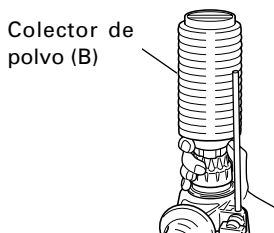

Fig. 5
7. Cuando instale la copa de polvo o el lector de polvo (B) (Accesorios facultativos)(Fig. 4, Fig. 5)
- Instalación del colector de polvo (B)
Para emplear el colector de polvo (B), insértelo desde la punta de la broca alineándolo con la ranura de la empuña (Fig. 5)